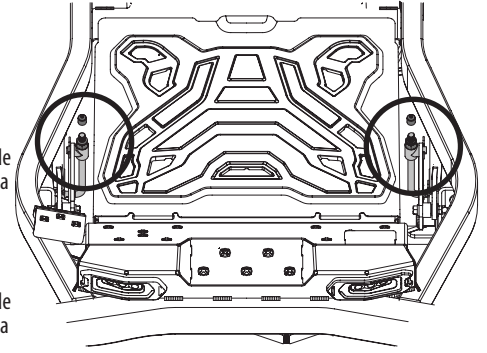

Figura 45
- a. Quite la tapa de extremo de las varillas de ajuste de elevación de la plataforma delanteras y resérvelas para volver a instalarla. Consulte la Figura 45.
- b. Gire ambos pernos delanteros en sentido horario para elevar la inclinación de la plataforma delantera o en sentido antihorario para bajar la inclinación de la plataforma delantera, dependiendo del ajuste necesario. Ajuste cada perno igualmente. Consulte la Figura 45.